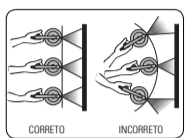

FIGURA 11.1 - MOVIMENTAÇÃO DA PISTOLA DE PINTURA
3. A Figura 11.1 ilustra o movimento correto da pistola para aplicação de tinta. Não pare o movimento da pistola durante a pintura. Se a tinta escorrer na superfície onde está sendo aplicada, a pistola pode estar muito próxima à mesma, pode estar sendo aplicada muita tinta em uma demão ou a técnica de recobrimento não está adequada. Se há uma névoa excessiva ou o spray está se dissipando no ar sem se depositar na superfície, a pistola pode estar muito longe da mesma.